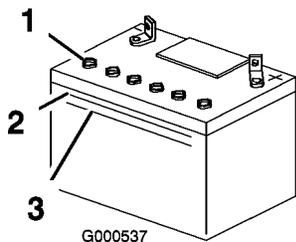

Figura 32
2. Mire hacia el lateral de la batería. El electrolito debe llegar a la línea superior (Figura 32). No permita que el electrolito esté por debajo de la línea inferior (Figura 32).
3. Retire los tapones de ventilación de la batería (Figura 32).
4. Vierta lentamente agua destilada en cada célula de la batería hasta que el nivel de electrolito llegue a la línea superior (Figura 32) de la caja de la batería.
5. Espere de cinco a diez minutos después de llenar las células de la batería. Añada agua destilada, si es necesario, hasta que el nivel de electrolito llegue a la línea superior (Figura 32) de la caja de la batería.